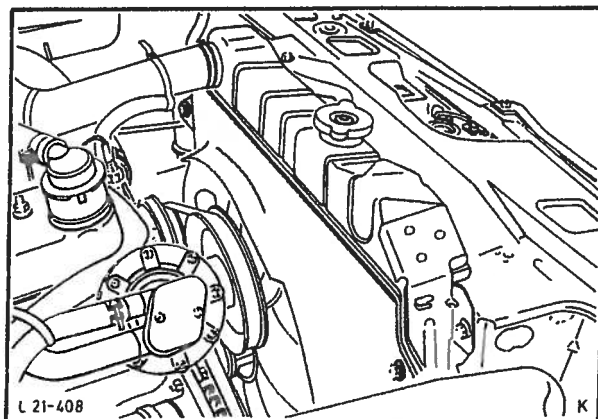

Fig. 157 Montering av lufttrakt.
11. Sett inn lufttrakten og skru den fast til radiatoren, fig. 157.